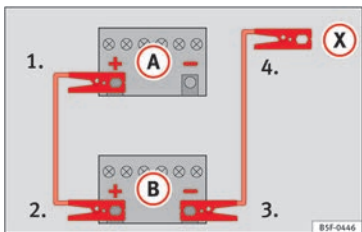

Abb. 74 Anschlusschema für Fahrzeuge ohne Start-Stopp-System.
zeugs mit der entladenen Fahrzeugbatterie (A) » » Abb. 74.
3. Klemmen Sie das andere Ende des roten Starthilfekabels an den Pluspol (+) des stromgebenden Fahrzeugs (B).
- 4a. Bei Fahrzeugen ohne Start-Stopp-System: ein Ende des schwarzen Starthilfekabels an den Massepunkt (-) des Strom gebenden Fahrzeugs (B) » » Abb. 74 anklemmen.